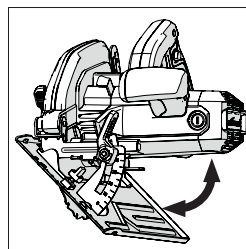

Fig. 14
- Inclinez la lame selon l'angle souhaité, comme indiqué sur le rapporteur du cadran. (Fig. 14)